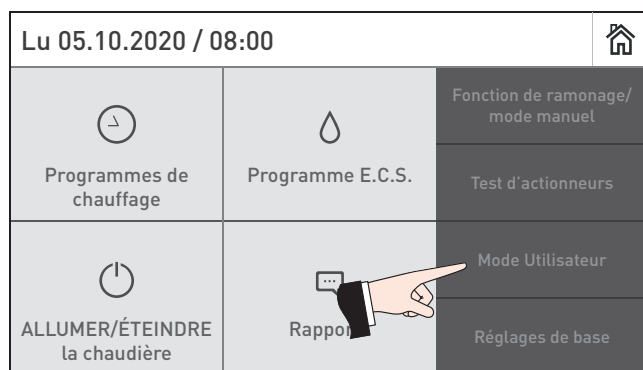
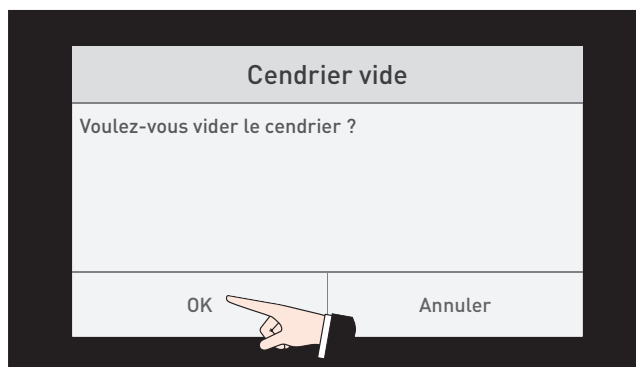

Fig. 54 Mode utilisateur
Fig. 56
- Dans le mode Utilisateur, activer la fonction « Cendrier vide » sur l'InfoWIN Touch – Fig. 54 à Fig. 56.